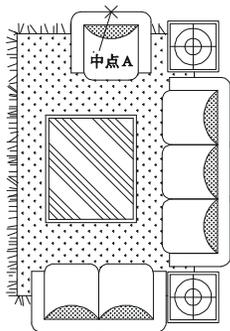
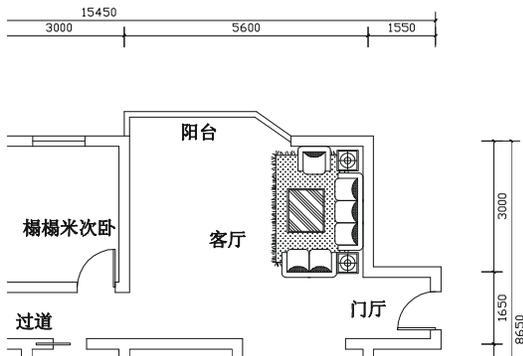
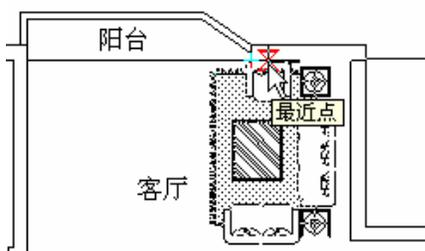

图 6-1-15
图 6-1-16
图 6-1-17
**STEP 01** 使用旋转命令 ROTATE 将沙发旋转-90°, 如图 6-1-15 所示, 其具体操作步骤如下:
**STEP 02** 使用移动命令 MOVE 将如图 6-1-15 所示的沙发放到客厅中如图 6-1-16 所示的位置, 其具体操作步骤如下:
// 框选如图 6-1-15 所示的沙发
// 按 F3 键打开捕捉功能，单击如图 6-1-15 所示中的中点 A，将沙发移动到客厅靠墙的位置，捕捉最近点，如图 6-1-17 所示